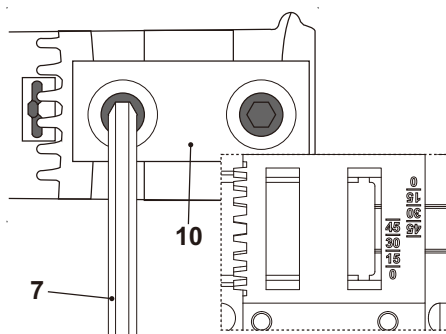

Fig. 12
Para ajustar la placa base, afloje el tornillo con la llave hexagonal (7) suministrada, deslice la placa base (10) ligeramente hacia adelante, hacia la parte delantera de la herramienta, y luego gire hasta el ángulo deseado. (Fig.12). Las ranuras de retención mantendrán el reposapiés firmemente a 45°, existen marcas de posición adicionales para ángulos de 15° y 30°. El número de grados a ajustar está grabado en la placa base. Deslice la placa base hacia delante hasta que los dientes encajen. Después de posicionar la placa base, apriete bien el tornillo. Compruebe que la placa base está bien sujeta. Vuelva a colocar la batería (consulte Colocar la batería).